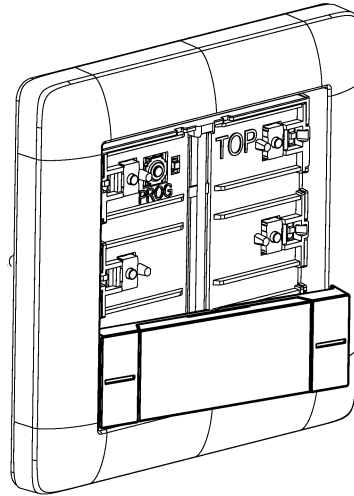

Bild 6: Bedienwippe seitlich anlegen
- Bedienwippe seitlich anlegen (Bild 6).